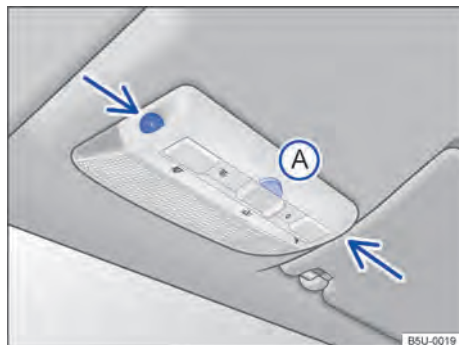

Fig. 47 No console do teto: sensores de monitoramento do interior do veículo e tecla **A** para desligar o monitoramento do interior do veículo.
O monitoramento do interior do veículo dispara o alarme com o veículo travado, se reconhecer movimentos no interior do veículo. O sensor e o receptor estão localizados no conjunto da lanterna de leitura → Fig. 47 (setas).
- Pressionar a tecla → Fig. 47 . No painel de instrumentos, a luz de controle  se acende.